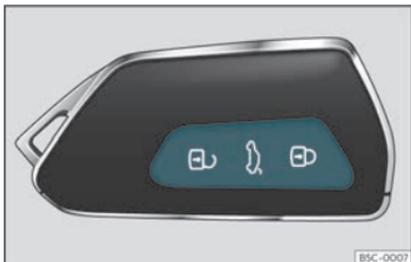

Fig. 74 Clé à radiocommande : touches.
- Verrouiller : appuyez sur le bouton  **>>> fig. 74.**